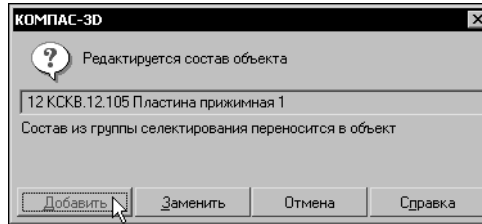

Рис. 6.13. Подтверждение изменения состава геометрии объекта спецификации
4. В появившемся на экране запросе подтвердите добавление графических объектов в состав объекта спецификации (рис. 6.13).
4. В появившемся на экране запросе (рис. 6.13) выберите вариант изменения графического состава объекта спецификации (**добавить** или **заменить** геометрию) или подтвердите удаление геометрии из состава объекта спецификации.